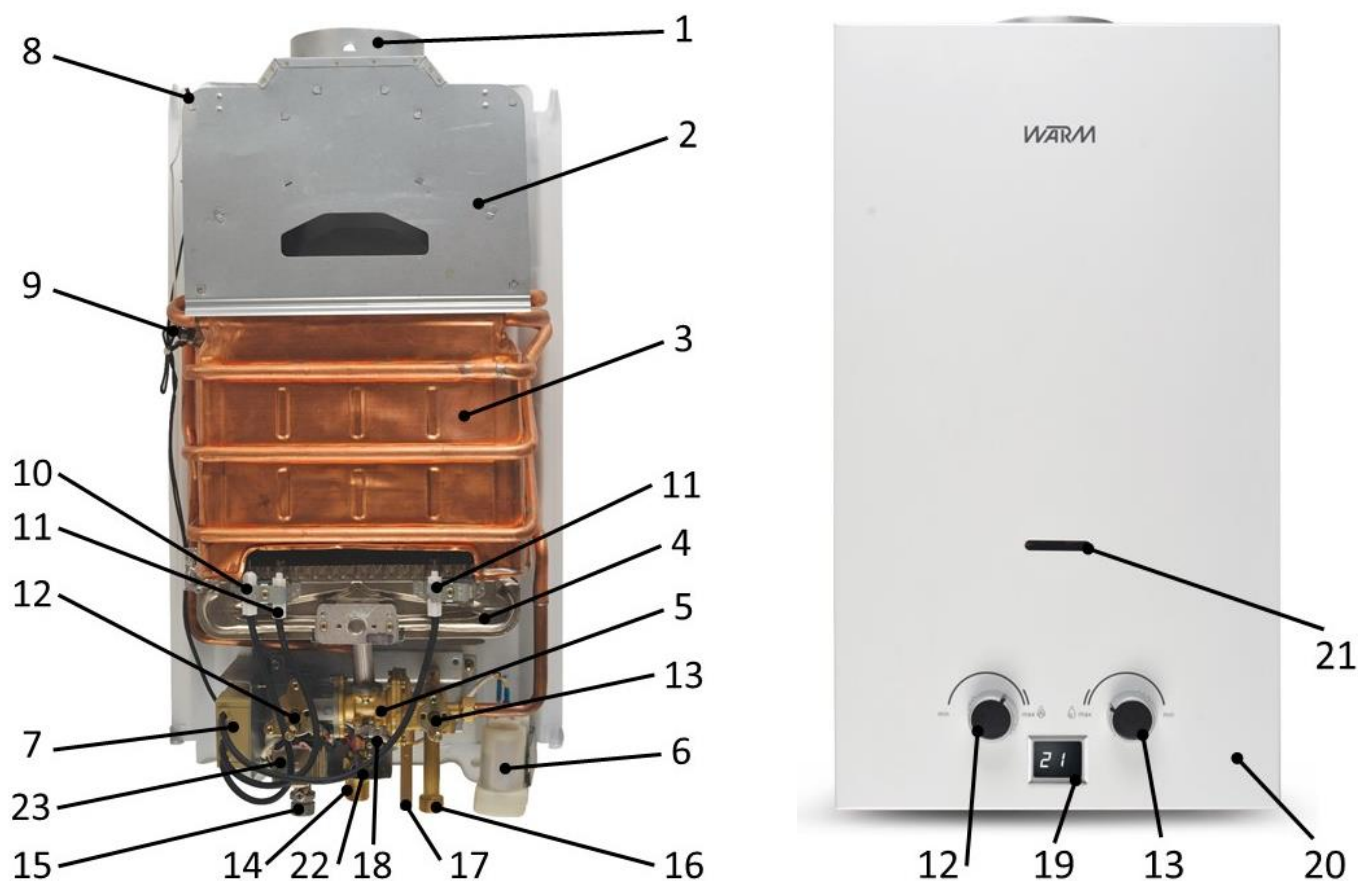

Рис.3
- Откройте крышку батарейного отсека и вставьте 2 батарейки типа LR20 в отсек (6), находящийся в нижней правой части аппарата, как показано на рис. 3
Для проверки датчика тяги 8 (рис 3) необходимо отсоединить от аппарата газоотводящую трубу, включить аппарат и при номинальном режиме работы (при полностью открытом газовом кране и номинальном расходе воды) закрыть дымоход 1 (рис.3) аппарата металлическим листом. Через 10...60 секунд аппарат должен отключиться. При неисправности датчика тяги его необходимо заменить, сняв его с со стабилизатора тяги 2 (рис. 3). Для замены может быть использован только датчик тяги, предусмотренный предприятием-изготовителем. Порядок замены датчика см. раздел «Ремонт аппарата и замена запчастей». После замены датчика тяги необходимо повторить испытание. После проверки подсоединить газоотводящую трубу к аппарату, обеспечив герметичность соединения.
- Снимите регуляторы мощности и температуры со штоков (рис. 3).
**Аппарат снабжен датчиком тяги поз.8, рис.3, контролирующим полноту удаления продуктов сгорания, который автоматически перекрывает подачу газа на установку в случае возникновения проблем с отводом продуктов горения в связи с погодными условиями или отсутствием тяги. В случае отсутствия или неисправности этого датчика эксплуатировать аппарат запрещается. При ремонте датчика следует использовать только оригинальные запасные части.**
- Снять регуляторы мощности 12 (рис.3) и температуры 13 со штоков.